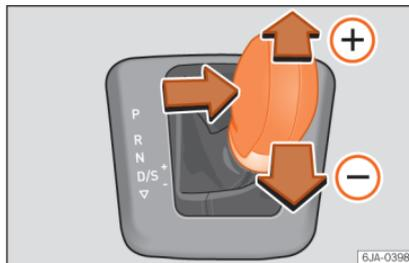

Abb. 218 Wählhebel: Tiptronic
– Drücken Sie den Wählhebel sanft nach vorne **⊕** »» » **Abb. 218.**
– Ziehen Sie den Wählhebel sanft nach hinten **⊖** »» » **Abb. 218.**